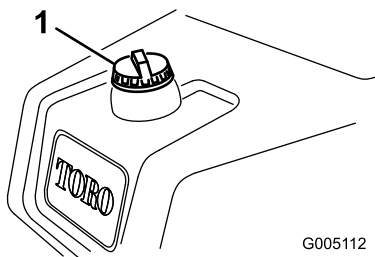

図 21
1. 燃料キャップ  図 21 の周囲をきれいに拭いてキャップ外す。